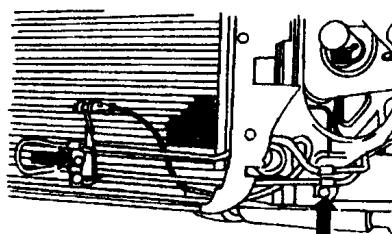

图 1-3
(3) 拧下散热器下端的动力转向液压油冷却管路，如图 1-3 所示。